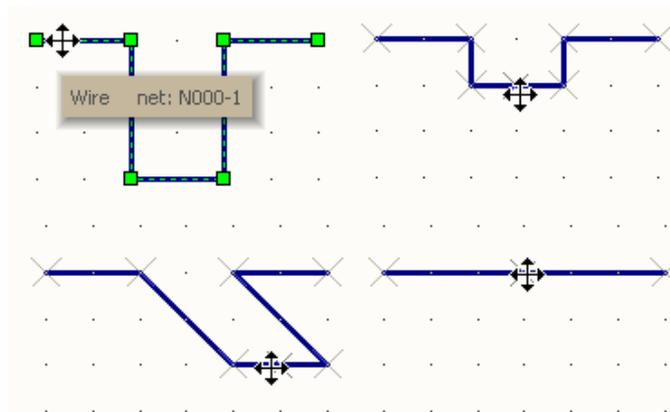

图 3-67 导线的节编辑
- 导线小节的编辑:导线节的移动其实是两个节点的移动。如图 3-67,导线处于选中状态后移动光标至导线的一节上,当光标变成‘+’字箭头状后就可以拖动该节导线移动了。拖动时本段导线的形状不会变化,但是与其相邻的导线会伸长、缩短或是变斜。当移动的小节导线与其他导线处于同一条直线上时两节导线就会合并为同一节导